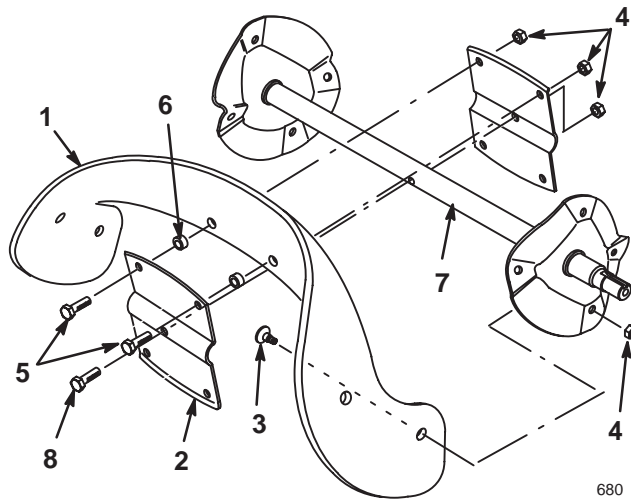

Bild 20
1. Entfernen Sie die vier Torx-Schrauben und die vier Sicherungsmuttern, mit denen die Außenkanten des Rotorblatts an der Rotorwellengruppe befestigt sind (Bild 20).
2. Entfernen Sie die beiden Sechskantschrauben und die beiden Sicherungsmuttern, mit denen die Mitte des Blatts an den Rotorhälften befestigt ist (Bild 20).
3. Lockern Sie die lange Sechskantschraube, mit der die Rotorhälften an der Schneckenwellengruppe befestigt sind (Bild 20).
4. Schieben Sie das Rotorblatt aus seiner Position zwischen den Rotorhälften heraus (Bild 20).